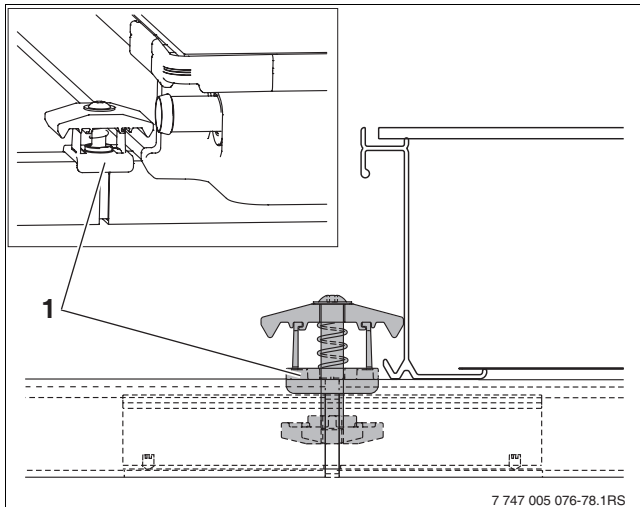

Bild 64 Kollektorspanner doppelt montieren
- Kollektorspanner doppelt mit der aufgesetzten Mutter so in die Öffnung der Profilschiene und des Steckverbinders legen, dass der Kunststoff-Distanzbock (Bild 64, [1]) die Profilschiene umgreift.